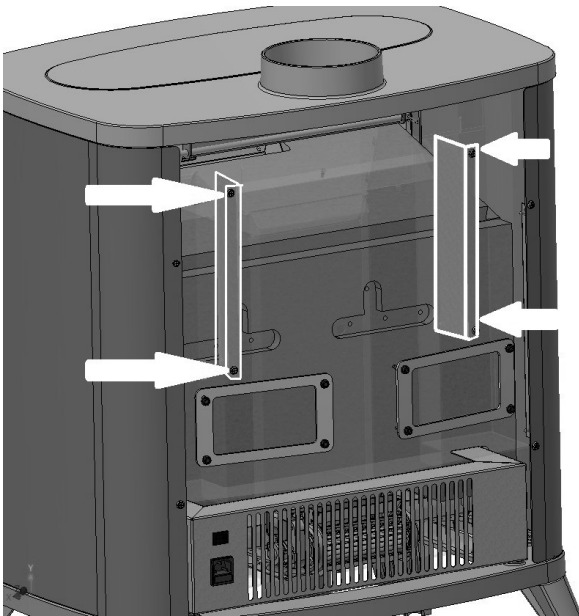

Fig. 15 - Halterungen drehen
- Die 2 inneren Rauchführungshalterungen entfernen **Fig. 15**.